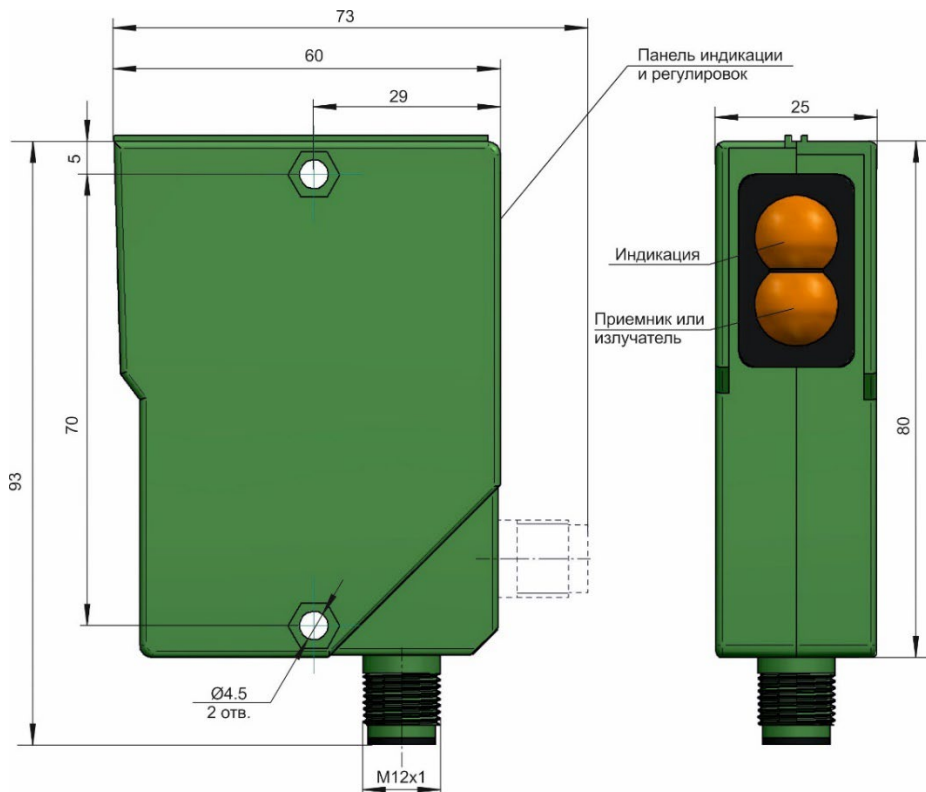

Рисунок 1 - Внешний вид и габаритные размеры
1 Разъем может быть установлен вертикально или горизонтально (см. Рисунок 1).
3.5 Выключатели имеют светодиодную индикацию выхода (Рис.1). В трёхпроводных выключателях постоянного тока светодиодный индикатор светится в замкнутом состоянии коммутационного элемента, в четырёхпроводных – при замыкании коммутационного элемента НО. В выключателях переменного тока – при замыкании нормально-разомкнутого контакта реле.